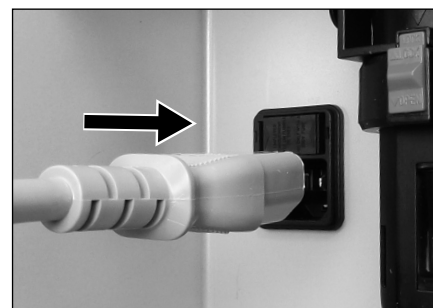

Fig. 10
- 2) Inserire la spina del cavo di alimentazione CA in modo che si adatti alla presa del connettore sul retro dell'unità (Fig. 10).